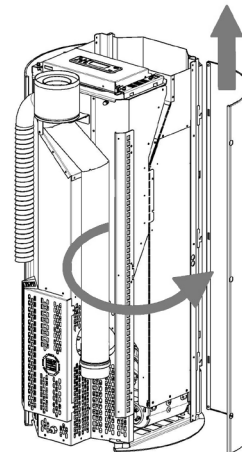

Fig. 73 - Usuwanie ścianki bocznej
- Otworzyć ściankę boczną i wyczepić ją z ząbków (zob. **Fig. 73**).